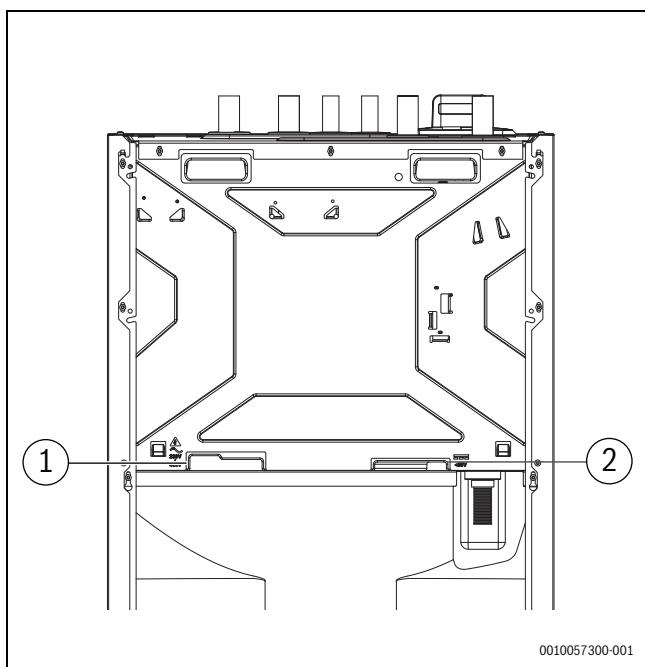

Bild 21 Kabeleinführungen der Inneneinheit
- Kabel von der Geräterückseite durch die Kabelkanäle einführen. Siehe Abbildung 21.